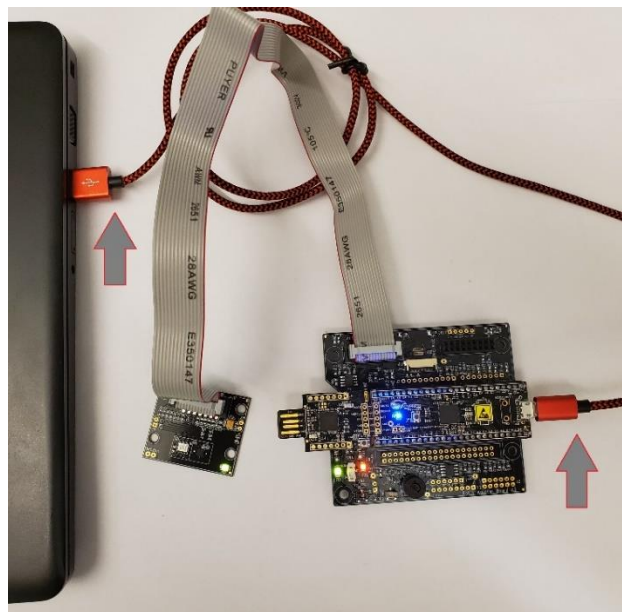

Figure 87. PC に接続された RKX-EVK-001 (このステップでは評価ボードへの接続はオプションです)
2. 付属のマイクロ USB ケーブルを使用して、Infineon CY8CKIT-059 プロトタイプキットをコンピューターに接続します (Figure 87)。